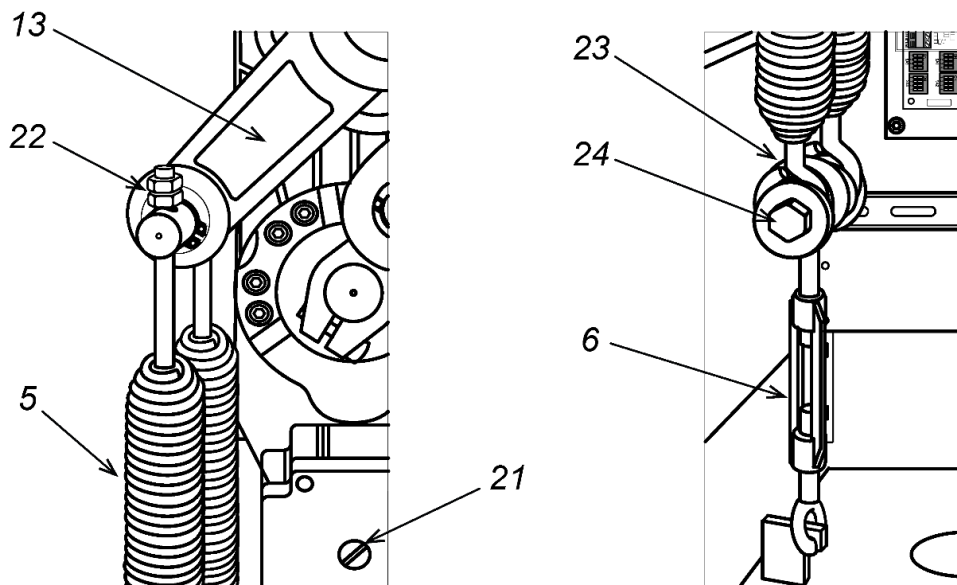

Рисунок 15. Установка балансировочных пружин
Снятие или установку стрелы производите при снятых балансировочных пружинах (см. разд. 8.5.6). Переведите кронштейн крепления стрелы в горизонтальное положение, для чего вращайте винт (ручку) разблокировки привода (21) по часовой стрелке до упора (см. рис. 15).
Переведите кронштейн крепления стрелы в горизонтальное положение, для чего вращайте винт (ручку) разблокировки привода (21) по часовой стрелке до упора (см. рис. 15).
1. Снимите дверцу (2), открыв замок ключом.
2. На приводе стрелы переведите рычаг (13) в нижнее положение (см. рис. 15).
5. Также регулировать натяжение пружин можно при помощи гаек (22) на верхних шпильках пружин (см. рис. 15), при этом над гайками у обеих пружин должно быть примерно одинаковое количество витков резьбы, но не менее 3-5 витков.